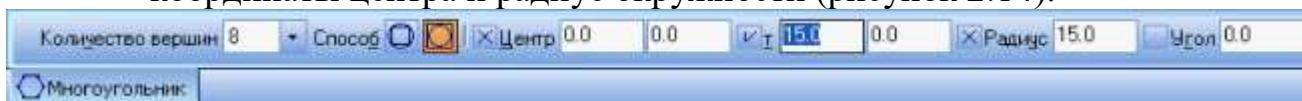

Рисунок 2.14 – Стока параметров Многоугольника
2. Для многоугольника необходимо определить количество вершин, определить каким он будет вписанным или описанным, а затем ввести координаты центра и радиус окружности (рисунок 2.14).